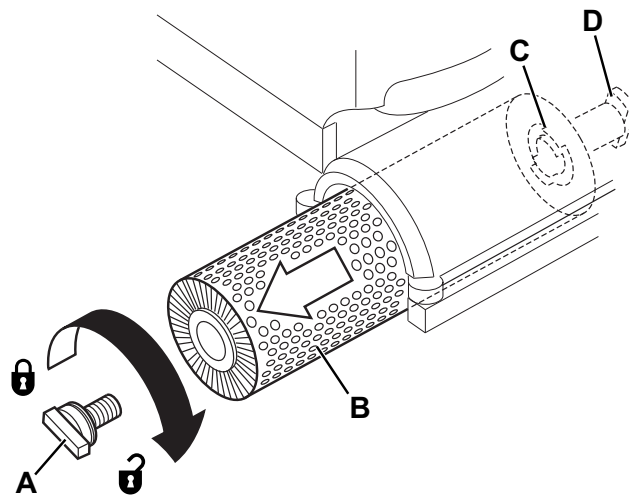

Figure 7
1. Dévisser manuellement la vis (A, Fig. 7) en la tournant dans le sens des aiguilles d'une montre.
2. Extraire la brosse (B) de la tête.
5. Introduire la brosse avec les guides du moyeu (C, Fig. 7) sur l'arbre de transmission (D) comme sur la figure.
6. Visser et serrer manuellement la vis (A) en la tournant dans le sens contraire aux aiguilles d'une montre pour fixer la brosse (B) sur l'arbre de transmission.